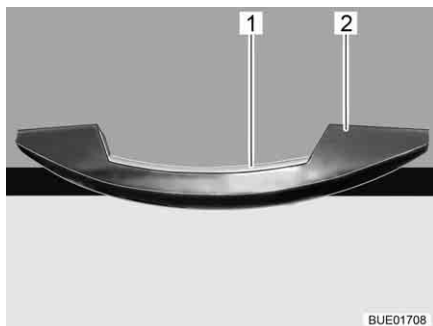
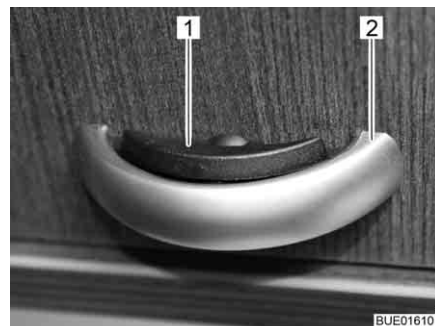

Fig. 54 Maniglia con listello di sblocco (esempio)
Fig. 55 Maniglia con listello di sblocco (alternativa)
- Premere il listello di sblocco (Fig. 54,1 o Fig. 55,1) e mantenerlo premuto.
- Tirare la maniglia (Fig. 54,2 o Fig. 55,2) finché lo sportello del mobile non si apre.